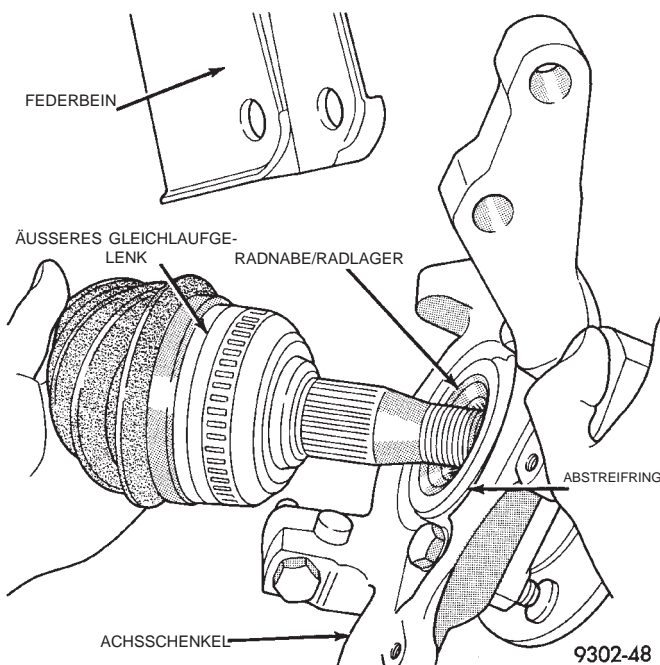

Abb. 15 Äußeres Gleichlaufgelenk in die Radnabe/Radlagereinheit einbauen
(5) Das äußere Gleichlaufgelenk mit einer Hand festhalten. Den Achsschenkel mit der anderen Hand nach außen ziehen und im Radkasten nach hinten drehen, bis sich das Gleichlaufgelenk in die Radnabe einbauen läßt (Abb. 15).